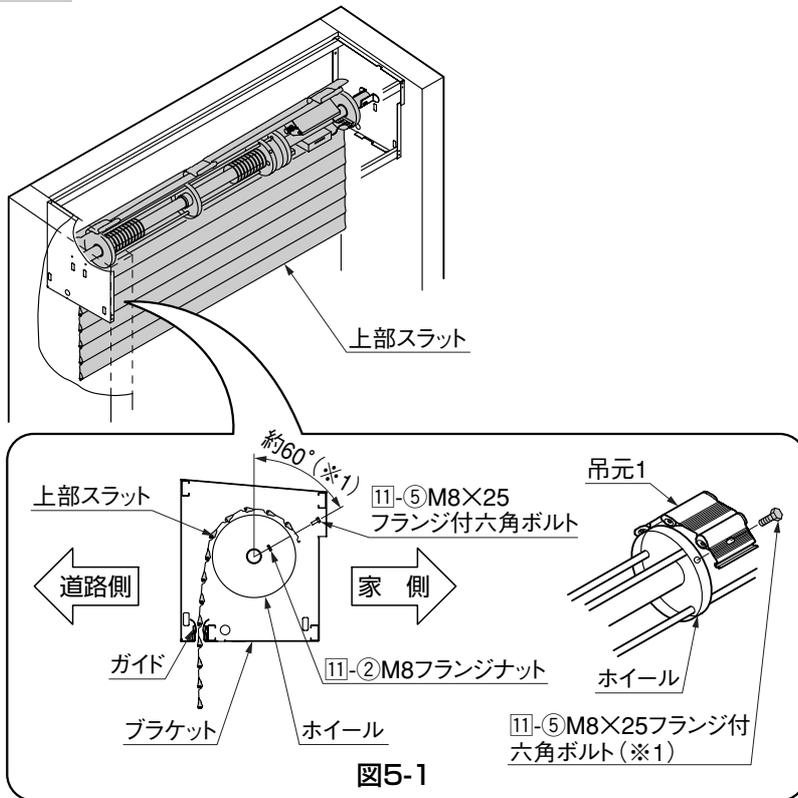

図5-1
- 1 上部スラットをブラケットのガイドに下から通してホイールまで引き上げてください。(図5-1参照)
- 3 11-2、11-5で吊元1と吊元2とホイールを固定してください。(図5-1参照)